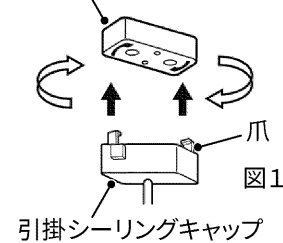

図1
- 1 引掛シーリングキャップの爪を引掛シーリングボディに挿入し、カチッと音がするまで右に回す。(図1)